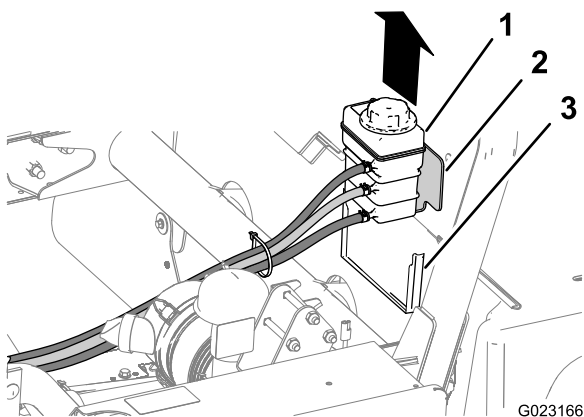

Рисунок 8
- Извлеките расширительный бачок из посадочного кармана на задней стороне кожуха сидений (Рисунок 8).